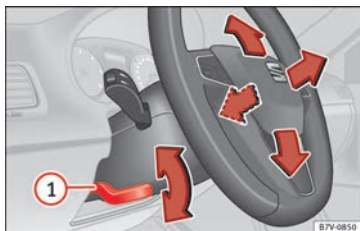

Fig. 25 Réglage mécanique du volant.
- Abaissez le levier » fig. 25 ①.